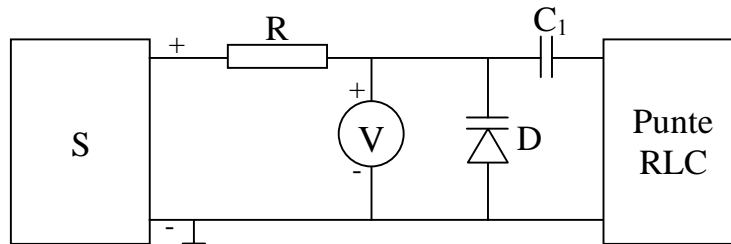

Fig.4.3.
- a) Măsurarea capacităților cu puntea capacitivă. Se realizează montajul din fig 4.3